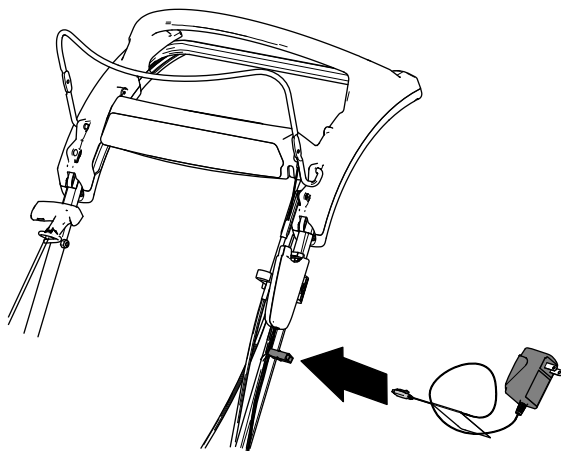

Figura 26
1. Conecte el cargador al arnés de cables, situado debajo del botón de arranque eléctrico (Figura 26).